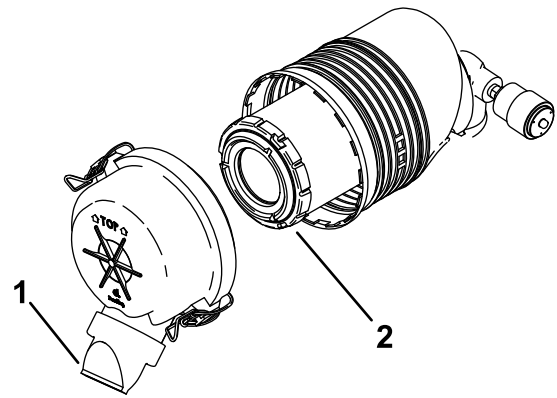

Bild 41
5. Setzen Sie die Luftfilterabdeckung auf (die Staubkappe sollte nach unten gerichtet sein, so wie in Bild 41 dargestellt) und befestigen Sie die Riegel.